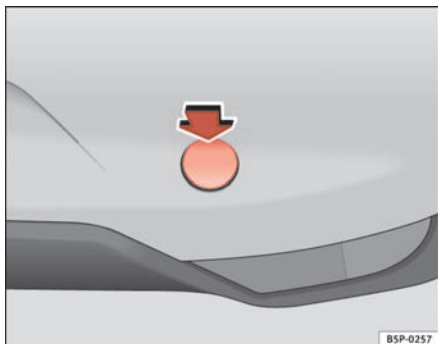

Fig. 202 Afdækning til slæbeøje bagpå
- Løsn afdækningen ved at trykke den øverste del i pilens retning ⇒ fig. 202.